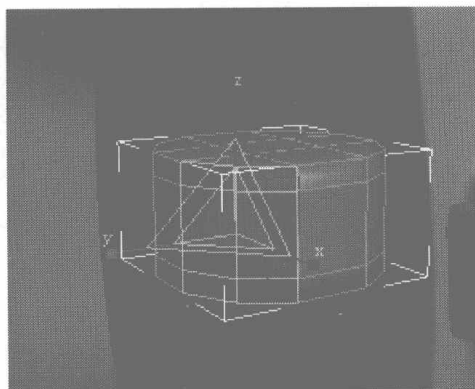
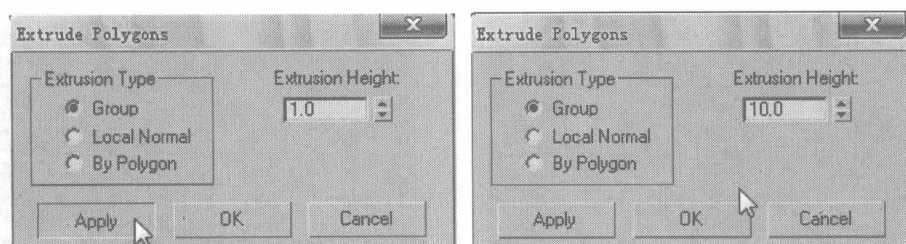
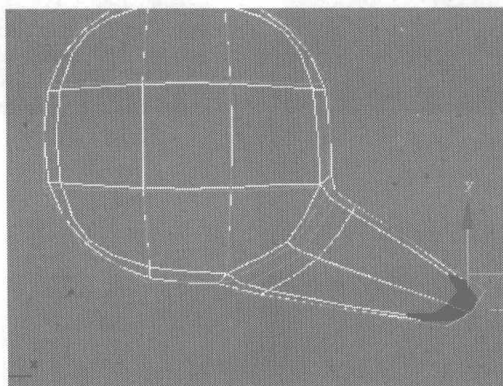

图 6.305
图 6.306
图 6.307
- 03 选择如图 6.305 所示的面，在 Edit Polygons 卷展栏中单击 **Extrude** 右侧的小按钮，在弹出的对话框中设置挤压参数，如图 6.306 所示。再在 Top 视图中缩放，调整所挤压的面，如图 6.307 所示。